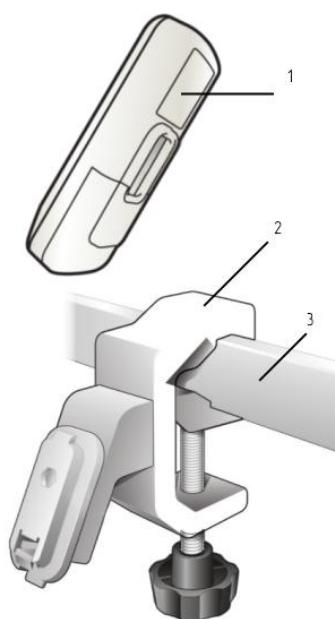

Рисунок 7. Крепление устройства с помощью неподвижного крепления:
- с помощью неподвижного крепления (универсального кронштейна) рисунок 7;